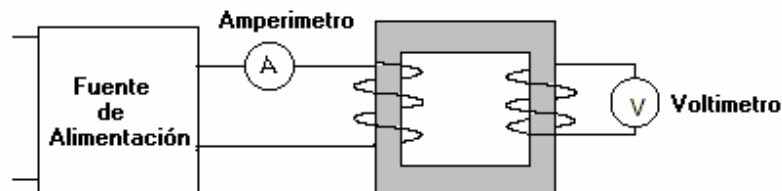

Figura 2
2. Arme la estructura magnética mostrada en la figura 2, haciendo uso de la bobina de N=250 vueltas.
4. Encuentre la longitud media de la trayectoria para el circuito de la figura 2.